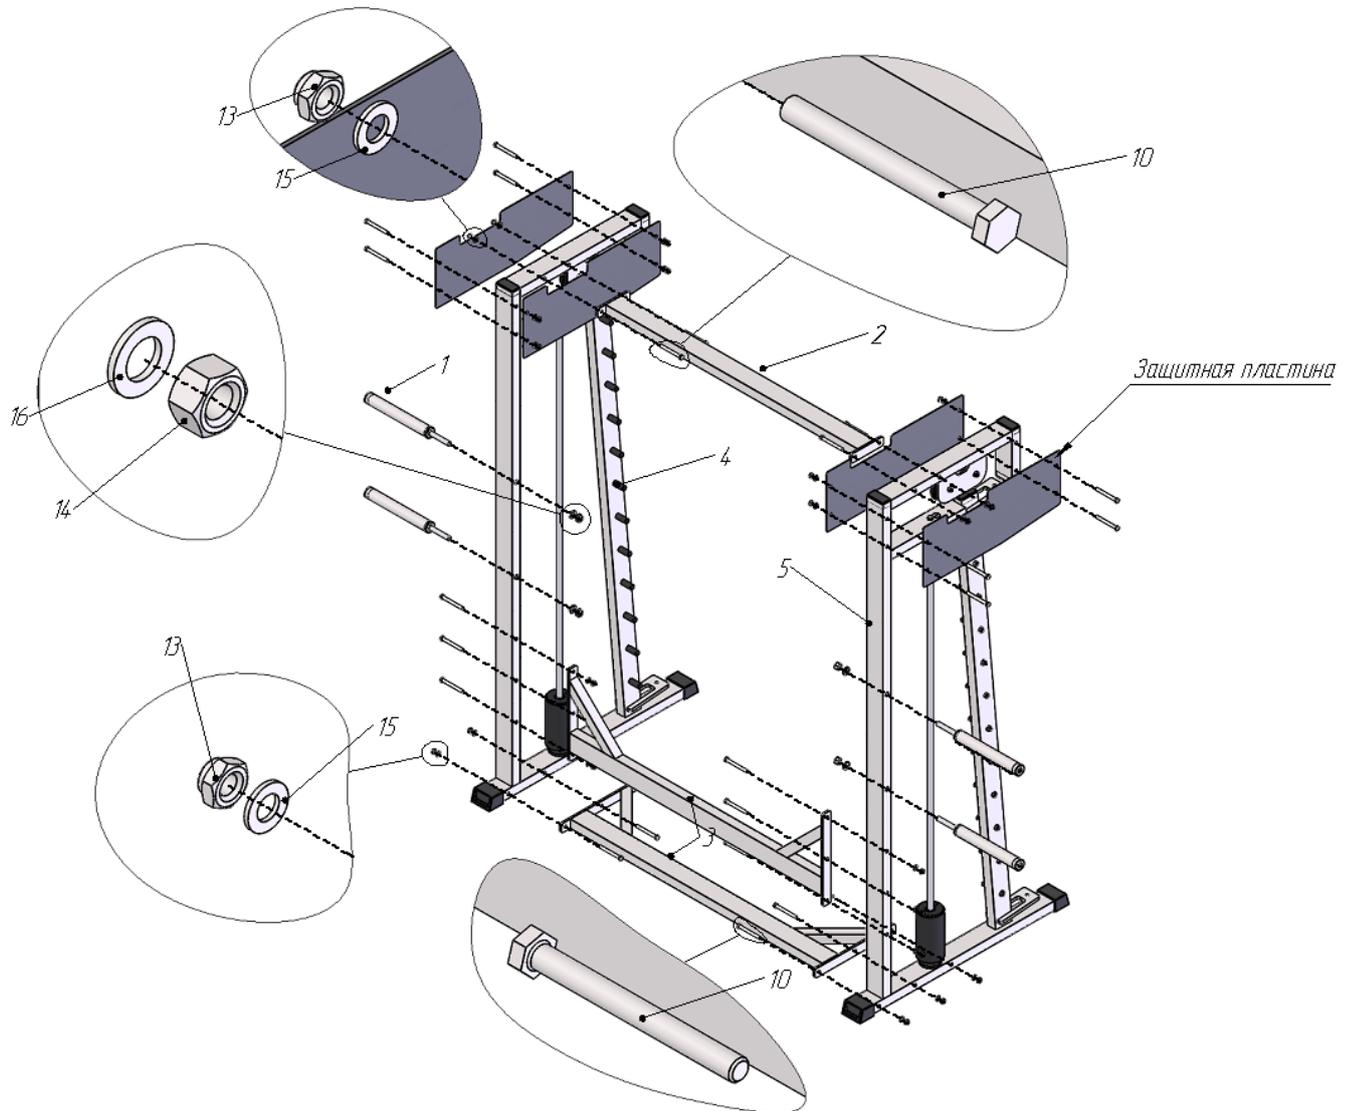

Рис.1
1. Снимите защитные пластины с основных рам (4), (5) для выполнения дальнейших действий. Скрутите основные рамы: левую (4) и правую (5) с верхней перемычкой (2) и задними перемычками (3) с помощью крепежного комплекта: болт M10x100 (10), гайка M10 самоконтрящаяся (13), шайба D10 (15). (Рис.1) Прикрутите накопители (1) к основным рамам с помощью крепежного комплекта: гайка M16 (14), шайба D16 (16).(Рис.1)
Установите защитные пластины на место (рис.1,2).